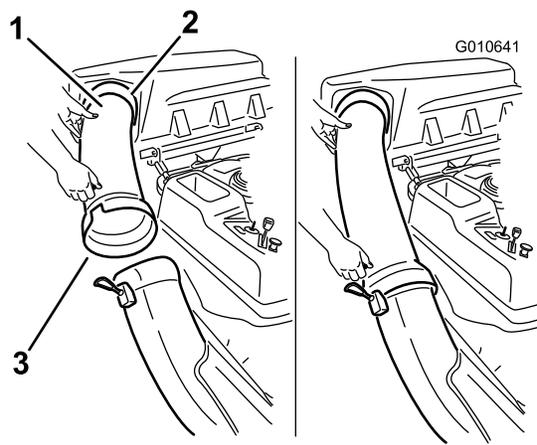

Figura 25
2. Coloque el extremo abocinado del tubo de descarga sobre el extremo del conducto. Enganche la correa de goma del conducto alrededor de la clavija del tubo de descarga (Figura 25).
1. Introduzca el extremo curvo del tubo de descarga en el orificio de la tapa del ensacador (Figura 25).